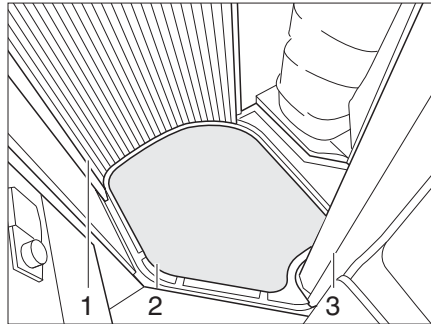

Fig. 130 Copertura della vasca della doccia
- Estrarre la copertura della vasca della doccia (Fig. 130,2).
- Chiudere completamente la parete della doccia (Fig. 130,1 e 3).